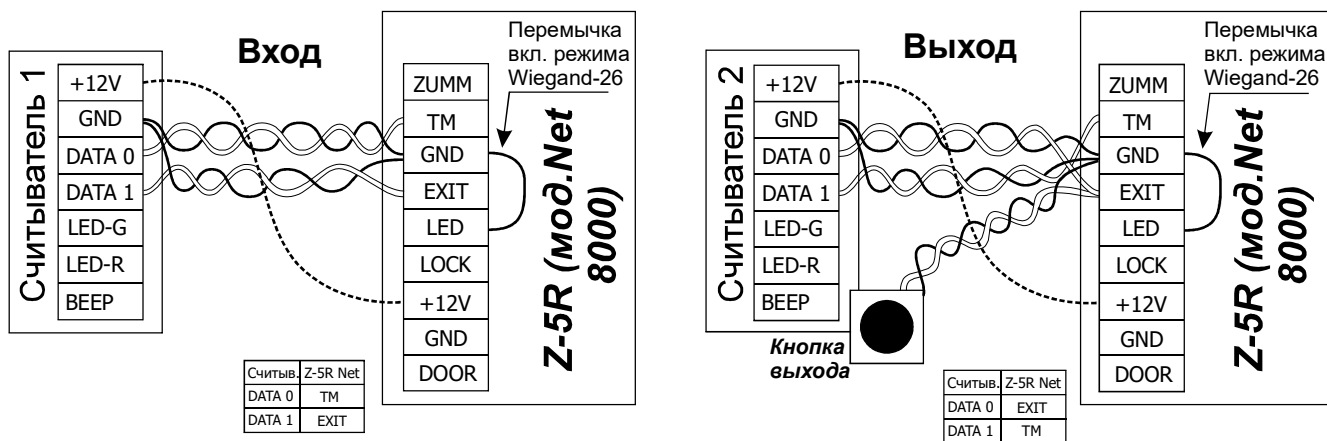

Рис.4 Подключение считывателей к контроллеру по протоколу Wiegand-26
При подключении считывателя по протоколу Wiegand требуется две витых пары. По одному из проводов каждой пары используются для соединения клемм GND считывателя и контроллера. Вторые провода каждой пары соединяют выходы считывателя DATA0 и DATA1 со входами TM и EXIT контроллера (см.рис.4). Какой выход с каким входом нужно соединять определяется тем, где установлен считыватель, на входе или выходе. Кроме того следует установить переключатель между клеммами LED и GND контроллера, чтобы указать, что считыватели подключены по протоколу Wiegand.
- на входе - считыватель Matrix-II (мод. E) (или считыватель CP-Z при скрытой проводке) (см. рис.4);